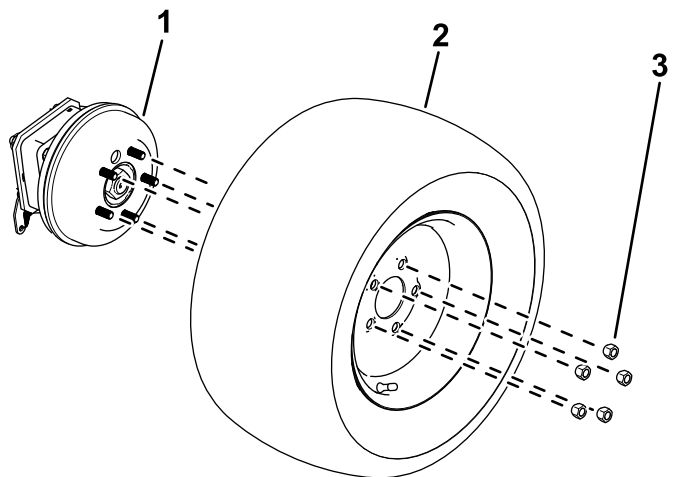

Bild 10
2. Lösen und entfernen Sie die Radmuttern (Bild 10).
3. Nehmen Sie Räder von den Radnaben ab (Bild 10).
1. Verwenden Sie die zuvor entfernten Radmutter, um die Räder an der Radnabe zu befestigen (Bild 10).